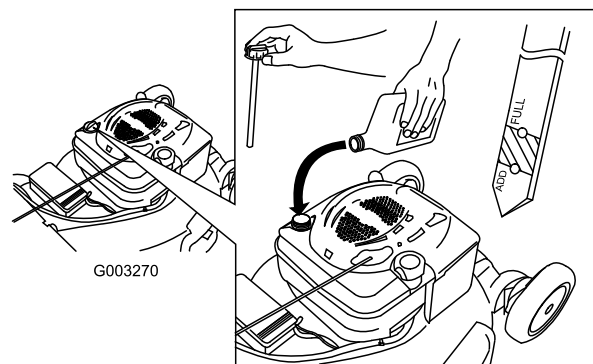

Figure 30
4. Versez de l'huile **lentement** dans le goulot de remplissage pour faire monter le niveau de liquide jusqu'au repère du plein (Full) sur la jauge (Figure 30). **Ne remplissez pas excessivement.** (Remplissage max. : 0,59 l (20 oz), type : huile détergente SAE 30W de classe de service API SF, SG, SH, SJ, SL ou supérieure.)